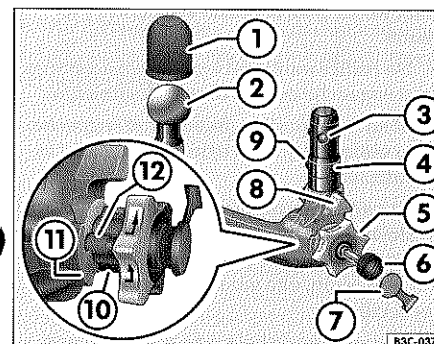
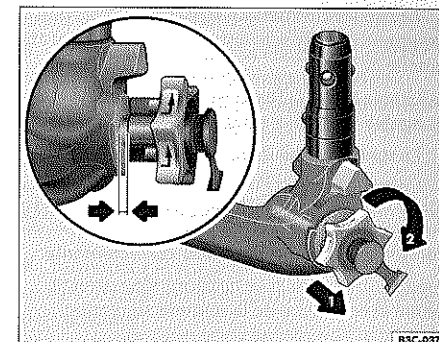

Fig. 2 Enganche de bola desmontable
Fig. 3 Pretensado del enganche de bola
Leyenda ⇒ fig. 2
- Retire la tapa ⑦ de la cerradura e introduzca la llave ⑥.
- Tire de la rueda con la mano derecha en el sentido que indica la flecha ⇒ fig. 3 ① y, manteniéndola en esta posición, gírela en el sentido de la flecha hasta que encastre ②. El enganche de bola queda pretensado. La marca roja ⇒ fig. 2 ⑩ debe coincidir con la marca verde ⑪ de la bola de enganche. La ruedecilla queda separada del enganche a una distancia de unos 4 mm ⇒ fig. 3 (imagen ampliada).
- Asegúrese de que todas las bolas de bloqueo ③ se introduzcan correctamente en el vástago ④ del enganche de bola.
- Presione el enganche con fuerza hacia arriba hasta que encaje. Asegúrese de que las guías de centrado ⇒ página 19, fig. 2 ⑥ encajen en los alojamientos del vehículo.
- Gire la llave ⑥ en el sentido contrario al de las agujas del reloj y extráigala.
- Coloque la tapa ⑦ en la cerradura y guarde la llave con las herramientas de a bordo.
- Retire la tapa ⑦ de la cerradura de la rueda e inserte la llave ⑥.
- Tire de la rueda ⑤ con la mano derecha en dirección de la flecha ⇒ página 19, fig. 3 ① y, manteniéndola en esta posición, gírela en el sentido de la flecha ②, hacia delante, hasta el tope.
- Si el diámetro de la bola ⇒ página 19, fig. 2 ② es menor de 49 mm en cualquier punto de la misma, no se deberá utilizar más el enganche de bola por motivos de seguridad.